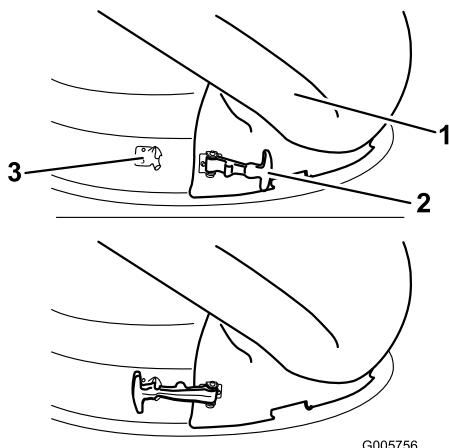

Bild 16
- Befestigen Sie den Auswurfkanal am 50 Zoll Mähwerk. Haken Sie den flexiblen Verschluss am Auswurfkanal an der Befestigungsklemme ein, der hinter der Öffnung am Mähwerk angeschweißt ist (Bild 16).